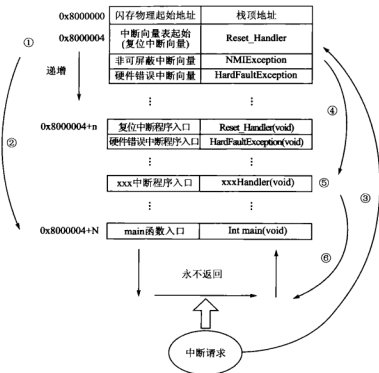
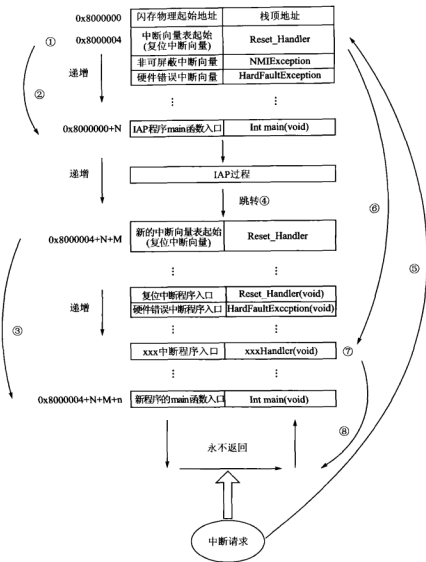

图 7.1 STM32 常规的运行流程
图 7.2 加入 IAP 程序后 STM32 的运行流程
在 STM32 微控制器上实现 IAP 方案,除了 USART 通信、Flash 数据写入等常规操作外,还需注意 STM32 的启动过程和中断响应方式。图 7.1 显示了 STM32 常规的运行流程。
对图 7.1 解读如下:
断服务程序,如图 7.1 中标号①所示。
- 复位中断服务程序执行的最终结果是跳转至 C 程序的 main 函数,如图 7.1 中标号②所示,而 main 函数应该是一个死循环,是一个永不返回的函数。
- 在 main 函数执行的过程中,发生了一个中断请求,此时 STM32 的硬件机制会将 PC 指针强制指回中断向量表处,如图 7.1 中标号③所示。
- 根据中断源进入相应的中断服务程序,如图 7.1 中标号⑤所示。
- 中断服务程序执行完毕后,程序又返回至 main 函数中执行,如图 7.1 中标号⑥所示。
若在 STM32 中加入了 IAP 程序,则情况会如图 7.2 所示。对图 7.2 的解读如下:
- STM32 复位后,从地址 0x8000004 处取出复位中断向量的地址,并跳转执行复位中断服务程序,随后跳转至 IAP 程序的 main 函数,如图 7.2 中标号①、②所示。这个过程和图 7.1 相应部分是一致的。
- 执行完 IAP 过程后(STM32 内部多出了新写入的程序,图 7.2 中以灰色底纹表示,地址始于 0x8000004+N+M)跳转至新写入程序的复位向量表,取出新程序的复位中断向量的地址,并跳转执行新程序的复位中断服务程序,随后跳转至新程序的 main 函数,其过程如图 7.2 的标号③所示。新程序的 main 函数应该也具有永不返回的特性。同时应该注意在 STM32 的内部存储空间不同的位置上出现了 2 个中断向量表。
- 在新程序 main 函数执行的过程中,一个中断请求来临,PC 指针仍会回转至地址 0x8000004 中断向量表处,而并不是新程序的中断向量表,如图 7.2 中标号⑤所示。注意到这是由 STM32 的硬件机制决定的。
- 根据中断源跳转至对应的中断服务,如图 7.2 中标号⑥所示。注意此时跳转至新程序的中断服务程序中。
- 中断服务执行完毕后,返回 main 函数,如图 7.2 中标号⑧所示。